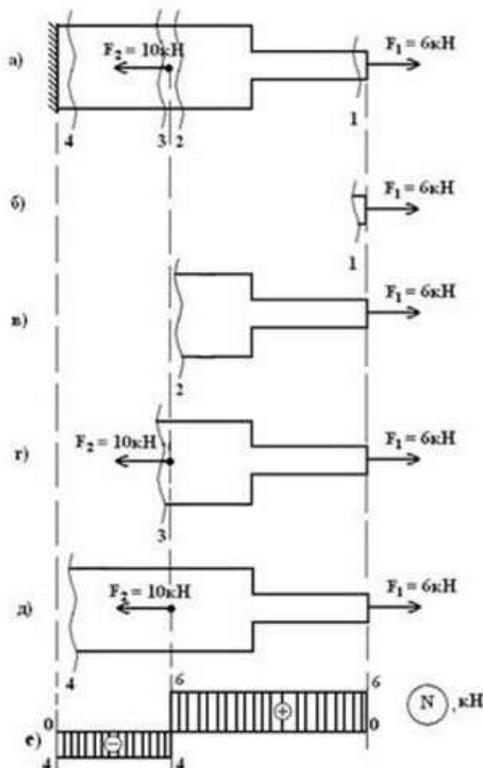

Рис. 1.
1. Построить эпюру N для стержня переменного сечения (рис.1.).
В сечении 1 (рис.1. б)
в сечении 2 (рис.1. в)
Числовые значения $N_1 - N_4$ обязательно проставляем на эпюре (рис.1 e).